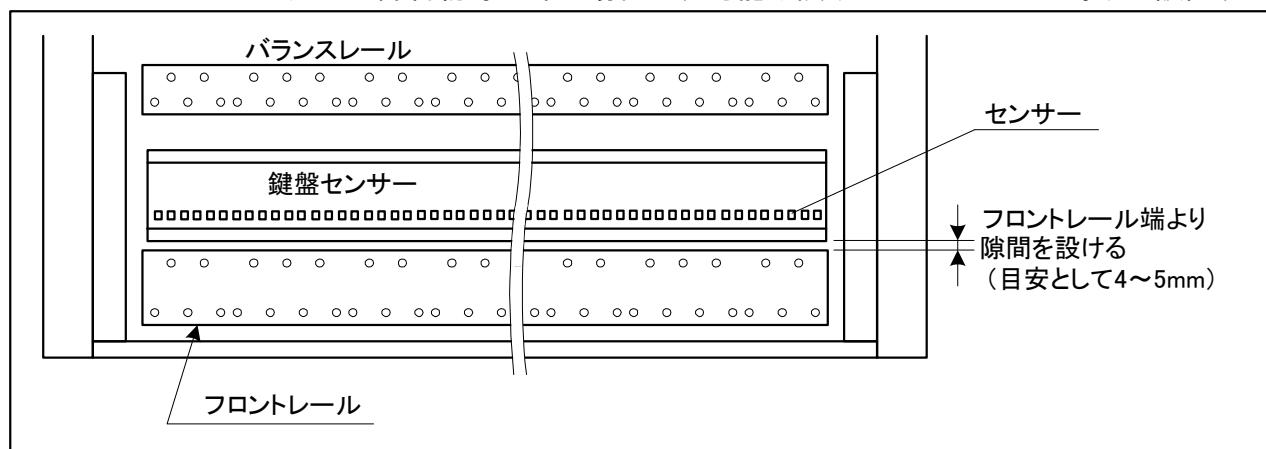

図4.2-2 鍵盤センサーの取り付け
- (1) 箔をピアノから引き出して、アクションと全ての鍵盤を取り外す。
- (2) 図4.2-2の様に、センサー側を手前にして、フロントレールとバランスレールの間に鍵盤センサーを載せて、フロントレールの端より目安として4~5mmの隙間を設けた位置に設置する。フロントレールの近くに障害物等がある場合は、可能な限りフロントレール寄りに設置する。